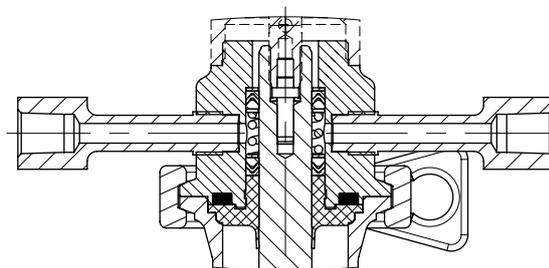

Fig. 5: Barrière vapeur
- **Barrière vapeur** (sans conformité EHEDG voir fig. 5)
Pour la stérilisation de la tige de clapet par de la vapeur ou un fluide stérile une barrière vapeur (fig.5) peut être prévue.